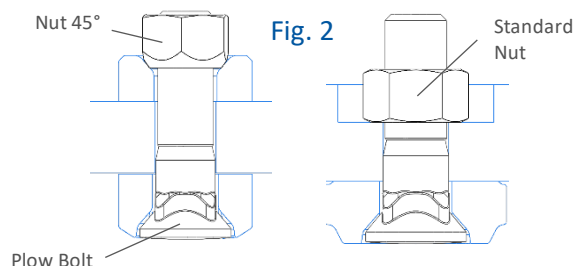

Fig. 2
- Introduire les boulons en veillant à ce que leurs têtes soient parfaitement logées dans les logements prévus. (Fig. 2)